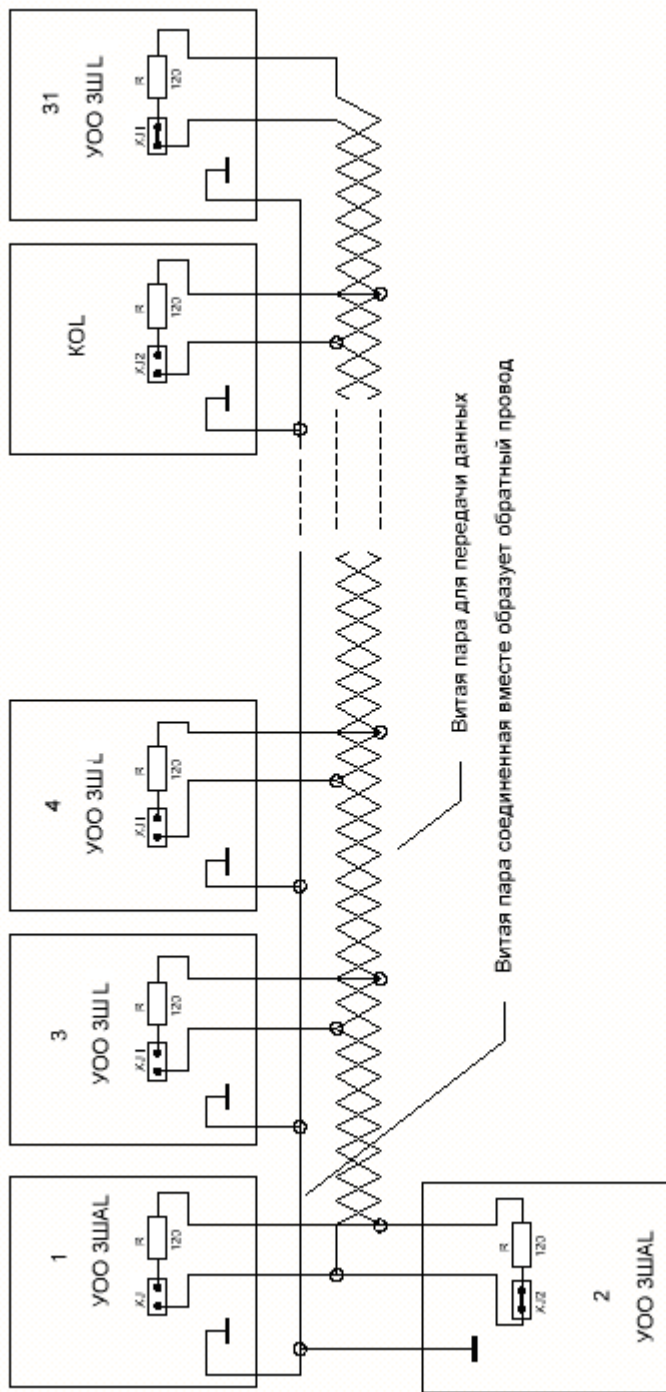

Рисунок 4 Схема подключения УОО ЗШАЛ, ЗШ L и КОЛ
9.4 На рис.4, показана схема подключения УОО к КОL.